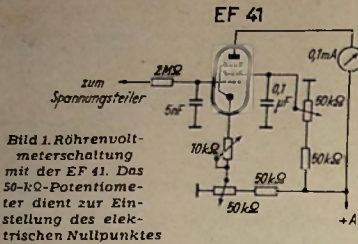
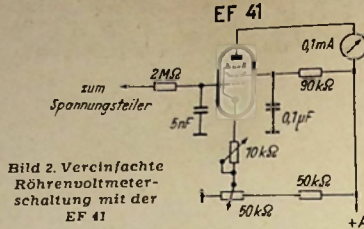

Bild 1. Röhrenvoltmeter-schaltung mit der EF 41. Das 50-kΩ-Potentiometer dient zur Einstellung des elektrischen Nullpunktes
Bild 2. Vereinfachte Röhrenvoltmeter-schaltung mit der EF 41
Verwendet man die Röhre EF41, so bestehen zwei Schaltungsmöglichkeiten. Der in Bild 1 gezeigte Vorschlag hat den Vorzug einfacher Einstellung, allerdings wird die Skalenteilung nicht ganz linear. Die Röhrenvoltmeter-Einstellung nach Bild 2 ist zwar kritischer, doch ergibt sich eine lineare Skalenteilung. Benutzt man ein Meßinstrument mit 0,1 mA Endaus-
H. G. McEntee beschreibt Sender und Empfänger einer Modellsteuerung, die beiderseits mit Rahmenantennen auf 150 kHz arbeitet und daher in den USA ohne besondere Lizenz betrieben werden darf. Dafür beträgt der Aktionsradius nur etwa 20 m, wenn keine größeren Antennen verwendet werden. Die Schaltung des Senders, dessen Rahmenantenne waagrecht auf einem Kamerastativ montiert werden kann, zeigt Bild 1, während in Bild 2 das Schaltbild des Empfängers, eines einfachen Supers, wiedergegeben ist. Der Empfänger benötigt keinen größeren Raum als 15×5,5×8 cm und kann deshalb zusammen mit Miniaturbatterien bequem z. B. in Modellschiffen untergebracht werden. Praktische Verwendung findet die Anordnung u. a. zur Fernbedienung von motorgesteuerten Garagentoren und elektrischen Geräten aller Art. hgm
Rechts: Bild 1. Schaltung des Senders für die drahtlose Fernsteuerung
Unten: Bild 2. Schaltbild des Superhetempfängers. Sender und Empfänger machen je von einer Rahmenantenne Gebrauch